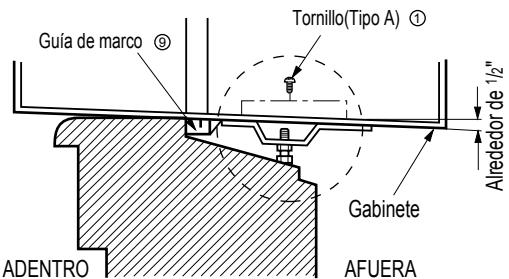

Fig. 4
- Inserte el marco de la cortina en la guía superior las guías del marco FIG.4
4. Seleccione la posición en la que colocará el soporte del dintel ⑥ cerca del punto más externo del dintel. Fig. 4
5. Agregue el soporte del dintel al hueco de la guía del gabinete según la posición seleccionada usando 2 tornillos tipo A ① en cada soporte Fig. 4